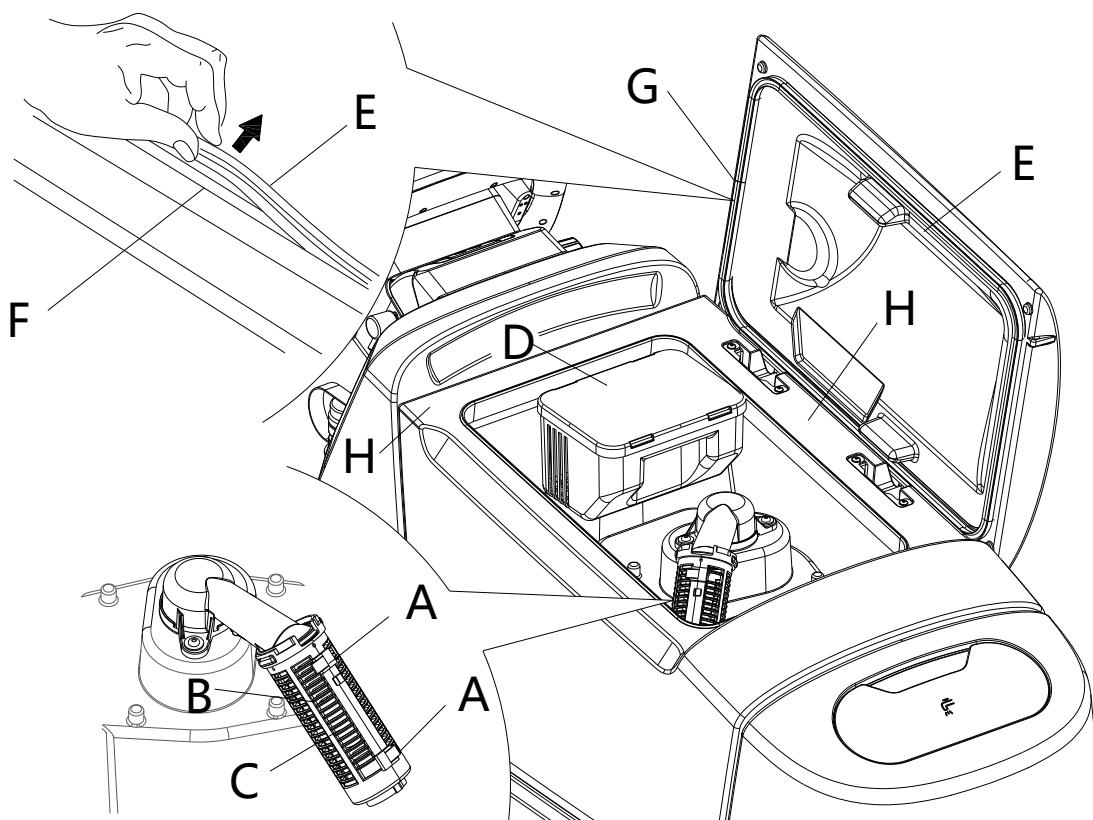

Figure 15
2. Couper la machine en appuyant sur le bouton marche/arrêt (62).
3. Ouvrir le couvercle (2).
4. Nettoyer et laver avec de l'eau propre l'intérieur du réservoir (3) et du couvercle.
5. Vider l'eau du réservoir avec le tuyau (18).
6. Nettoyer la grille d'aspiration (30), dégager les dispositifs de retenue (A, Fig. 15), ouvrir la grille (B), récupérer le flotteur (C) et nettoyer soigneusement ; enfin reposer en place.
7. Démonter le bac de récupération des débris (D) et ouvrir son couvercle, puis nettoyer soigneusement et ré-installer le tuyau d'aspiration.
8. Contrôler l'état du joint du couvercle du réservoir (E). Si besoin est, remplacer le joint d'étanchéité (E) en le retirant de son logement (F). Lors de la repose du nouveau joint d'étanchéité, positionner le raccord (G) dans la zone inférieure indiquée dans la figure.